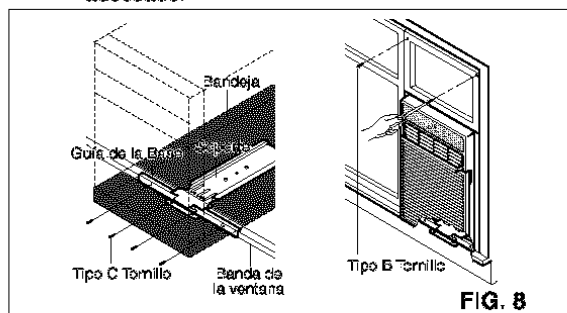

FIG. 8
**13** Taladre un agujero de 1/8 pulgadas para alinearlo con los agujeros que hay en el marco de la cortina. Ajuste el marco de la cortina con el marco de la ventana con tornillos del tipo B. (Fig. 8)